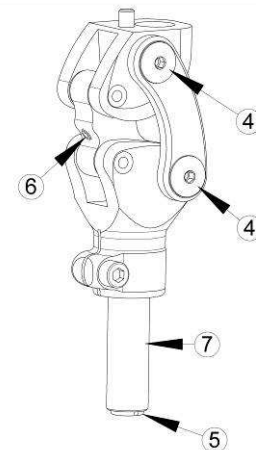

FIG. 2
F) AJUSTE DE LA FRICCION DE LA ARTICULATION (Fig.2 et 2.1)